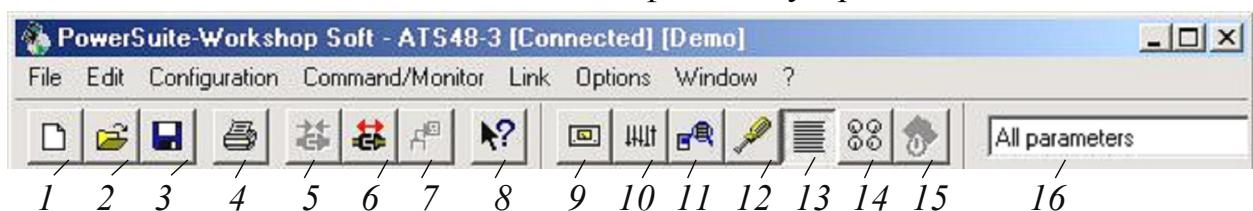
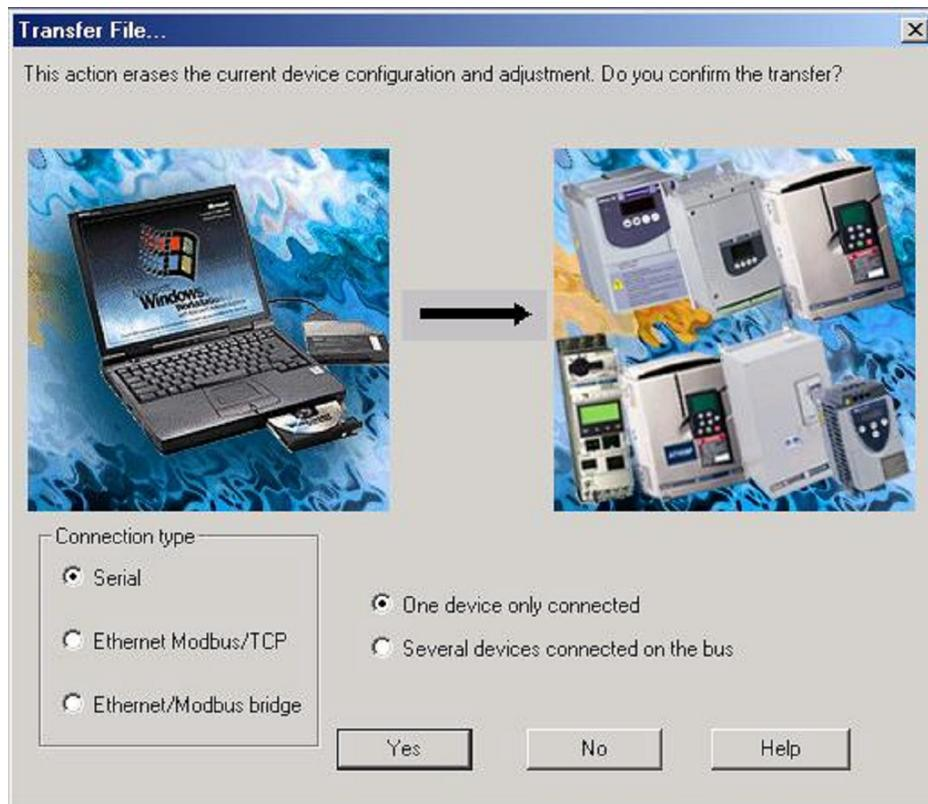
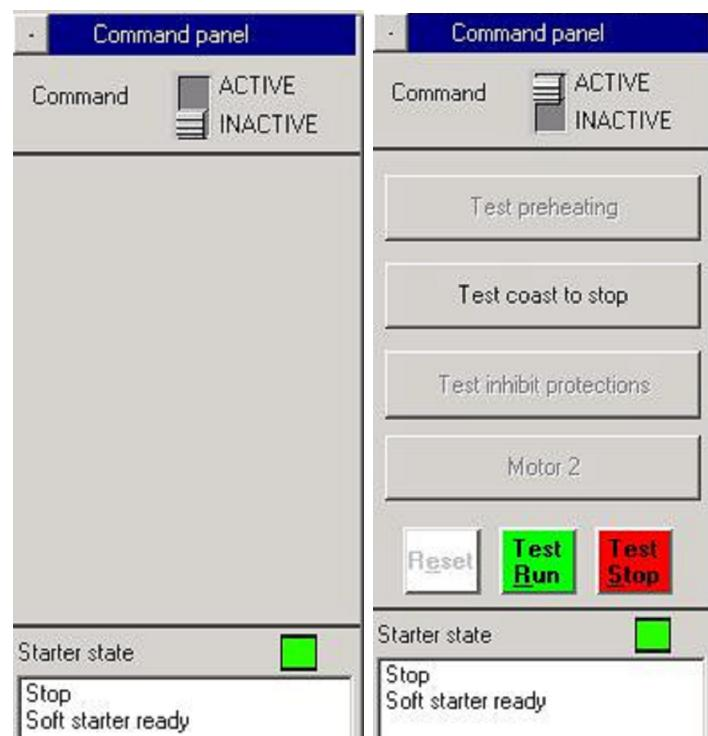

Рис. 3.3 Меню и панель инструментов главного окна
Рис. 3.10 Окно передачи настроек
Рис. 3.11 Панель управления
После этого становятся активными меню и кнопки панели инструментов главной панели «PowerSuite-Workshop Soft» (рис. 3.3). Внутри этой панели может быть расположено одно из окон, вызываемых кнопками выбора категорий.
- С помощью списка функций, вызываемого кнопкой «Display list of parameters» (13 на рис. 3.3) или командой «Edit\Parameter List» (рис. 3.8). Измененные параметры выделяются в списке красным цветом, подчеркиванием и курсивом. Для возвращения к главной панели служит команда «Configuration\General Panel» или кнопка «Display general panel» (11 на рис. 3.3). Кнопка «Select displayed parameters» (15 на рис. 3.3) изменяет степень полноты отображаемых параметров (все или только активные).
- С помощью панели виртуальных регуляторов с бегунками (рис. 3.9), активированной командой «Command\Monitor\Parameter Setting» или кнопкой «Display parameters setting» (10 на рис. 3.3). В любом из трех регуляторов можно выбрать из списка параметр, который настраивается.
После завершения необходимых настроек их можно сохранить на диске с помощью кнопки «Save current file» (3 на рис. 3.3) или команды меню «File|Save». Файлы сохраняются в папке *C:\Program Files\Schneider Electric\PowerSuite\User\PS1*.
Ранее сохраненный файл загружается в *PowerSuite* командой «File|Open» или одноименной кнопкой (2 на рис. 3.3). Команда «File|New» и кнопка «Create a new file» (1 на рис. 3.3) предназначены для создания нового файла настроек.
Команда «Edit\Export» копирует в буфер весь список отображенных параметров с возможностью следующего их копирования в *Word*, *Excel* или Блокнот. Список функций и их значений можно распечатать, используя команды «File\Print Setup», «File\Print Preview», «File\Print» или кнопку «Print file» (4 на рис. 3.3).
Файлы настроек могут передаваться в обоих направлениях (как от компьютера к устройству, так и наоборот). Для этого сначала надо активизировать связь компьютера и устройства, предварительно соединенных через последовательный интерфейс, нажав кнопку «Connection to device» (5 на рис. 3.3) или вызвав команду «Link\Connect to device».
Передача текущего файла настроек от компьютера к устройству происходит при помощи команды «Link\Transfer File\PC to Device» или кнопки «Transfer a PC configuration to device» (7 на рис. 3.3). После этого в окне «Transfer File...» (рис. 3.10) следует выбрать опции «On device only connected» и «Serial». При этом текущие настройки устройства стираются и заменяются новыми.
В *PowerSuite* есть возможность дистанционного управления устройством. Виртуальная панель управления вызовется в режиме «Connect» командой «Comand/Monitor\ Command Panel» или кнопкой «Display Command panel» (9 на рис. 3.3). Для активизации органов управления в появившейся панели «Command panel» (рис. 3.11а), необходимо кликнуть кнопку «Command» и с появлением диалогового окна нажать *Ctrl+F*. На панели управления (рис. 3.11б) появляются кнопки управления, а также отображается текущее состояние устройства (*Starter State*).